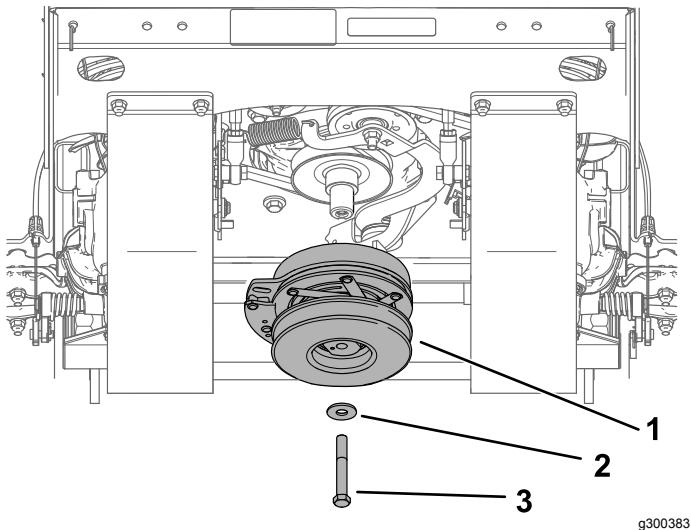

図 56
4. クラッチプーリを外す図 56。
12. クラッチプーリーを取り付ける図 56。ベルトを68-81 N·m 6.9-8.0 kg·m = 50-60 ft-lbにトルク締めする。